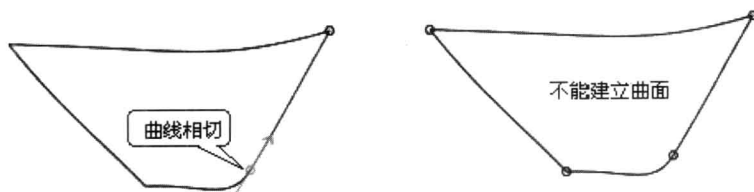

图 1-13 曲线相切不能建立曲面
- 当相邻曲线存在相切状态时，根本就不能直接建立曲面。而且系统还会提示：无法生成曲面 - 曲线以相切方式相交，如图 1-13 所示。